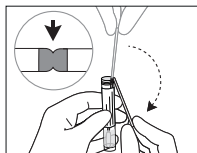

Fig. 2a
4. Doble el eje del hisopo en un ángulo de 180 grados para romperlo en el punto de rotura, manteniendo el tubo alejado de la cara. Si es necesario, gire suavemente el eje de l hisopo para completar la rotura y deseche la parte superior del eje del hisopo (Fig. 2A y 2b). Si el hisopo utilizado no tiene un punto de rotura, corte la parte sobrante del eje.